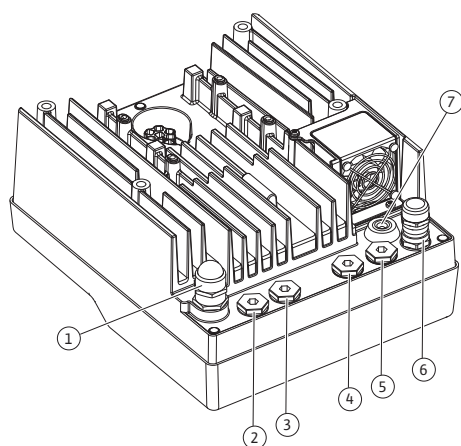

Fig. 23: Kabelförskruvningar/
Det finns sex kabelgenomföringar till kopplingsutrymmet på elektronikmodulen (Fig. 23). Kabeln till spänningsförsörjningen för den elektriska fläkten på elektronikmodulen är fabriksmonterad. Kraven på elektromagnetisk kompatibilitet måste observeras.
4. För in anslutningskabeln genom kabelförskruvningen M25 (Fig. 23, pos. 1, vid 0,37 kW ... 7,5 kW).